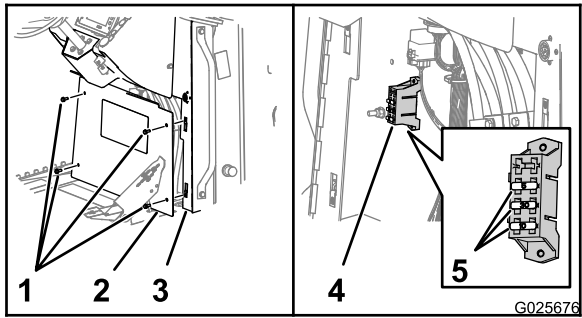

Figura 86
3. Retire los 4 pernos de cabeza hexagonal con arandela prensada (5/16 x 3/4 pulgada) que sujetan la tapa a la consola, y retire la tapa (Figura 86).
4. Localice el fusible fundido, y cámbielo por un fusible del mismo tipo y amperaje (Figura 86).
6. Alinee el taladro de la tapa con las tuercas de chapa de las pestañas de la consola (Figura 86).